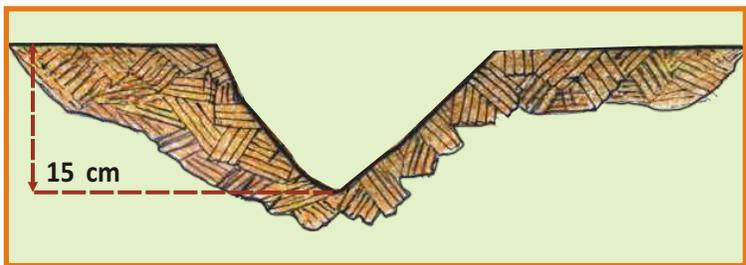

Figura 4. Hoyo listo en forma de "V"
2. Excavar un hoyo en el suelo en forma de "V", hasta una profundidad de 15 centímetros, (capa arable donde crece el 70 % de las raíces). Ver figura 4.